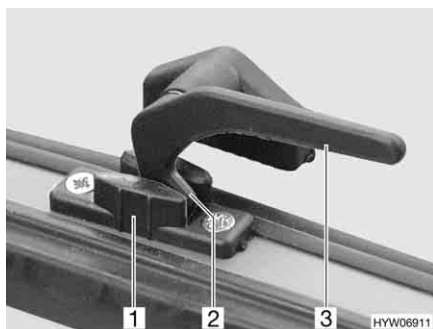

Bild 84 Låsarm i läget "kontinuerlig vädning"
- I läget "kontinuerlig vädning" (Bild 84)
- Vrid alla låsarmar (Bild 84,3) ett kvarts varv mot luckans mitt.
- Vrid tillbaka alla låsarmar. Låsspaken (Bild 84,2) måste föras in i spåret på lucklåset (Bild 84,1).